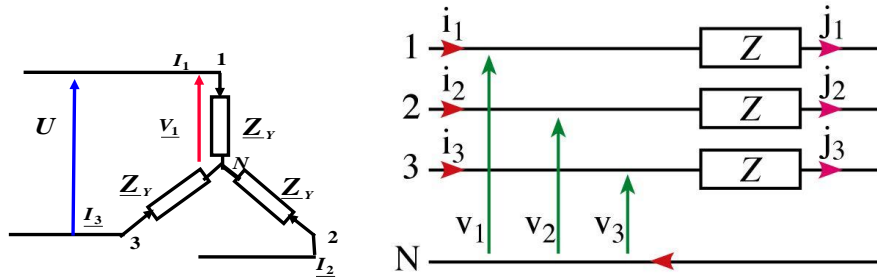

Figure 2 Couplage étoile
- **Couplage étoile (Figure 2)**